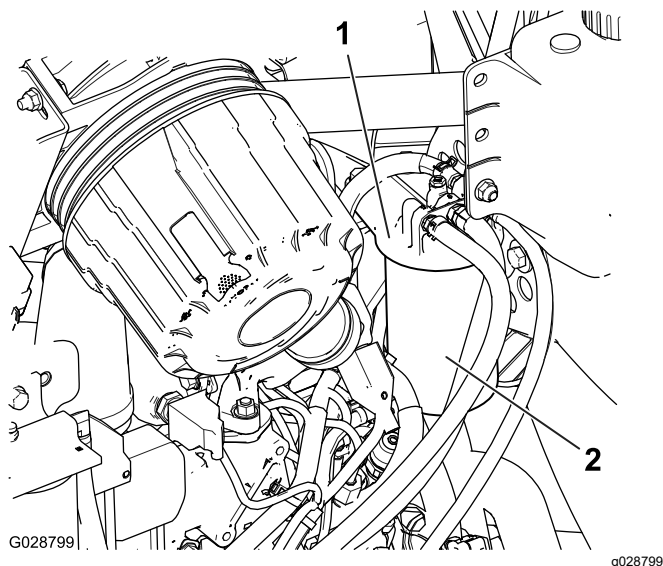

**Figura 96**
1. Curățați zona din jurul capătului filtrului de combustibil (Figura 96).
2. Scoateți filtrul și curățați suprafața de montare a capătului filtrului (Figura 96).